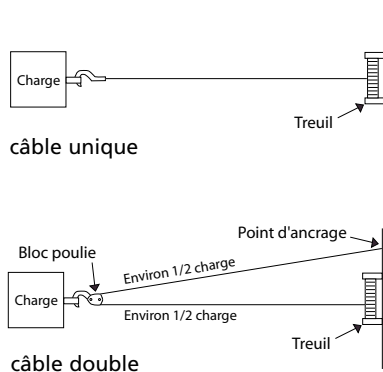

Figure 2
1. La capacité nominale du AC1500 sur la couche du câble situé le plus près du tambour est de 680 kilos (1 500 livres) (pour câble unique). NE SURCHARGEZ PAS. N'ESSAYEZ PAS DE TRACTIONS PROLONGÉES SOUS CHARGE LOURDE. Ne maintenez pas de tension électrique sur le treuil si le moteur cale. Les surcharges peuvent endommager le treuil et/ou le câble métallique et créer des conditions de fonctionnement dangereuses. POUR LES CHARGES DE PLUS DE 340 KILOS (750 livres), NOUS CONSEILLONS L'UTILISATION DU PALAN EN OPTION POUR OBTENIR UNE DOUBLE LIGNE DE CÂBLE MÉTALLIQUE (Figure 2). Ceci réduit d'environ 50% la charge appliquée au treuil et la tension sur le câble métallique. Ne raccrochez pas au treuil. Accrochez toujours sur une structure pouvant supporter la charge.